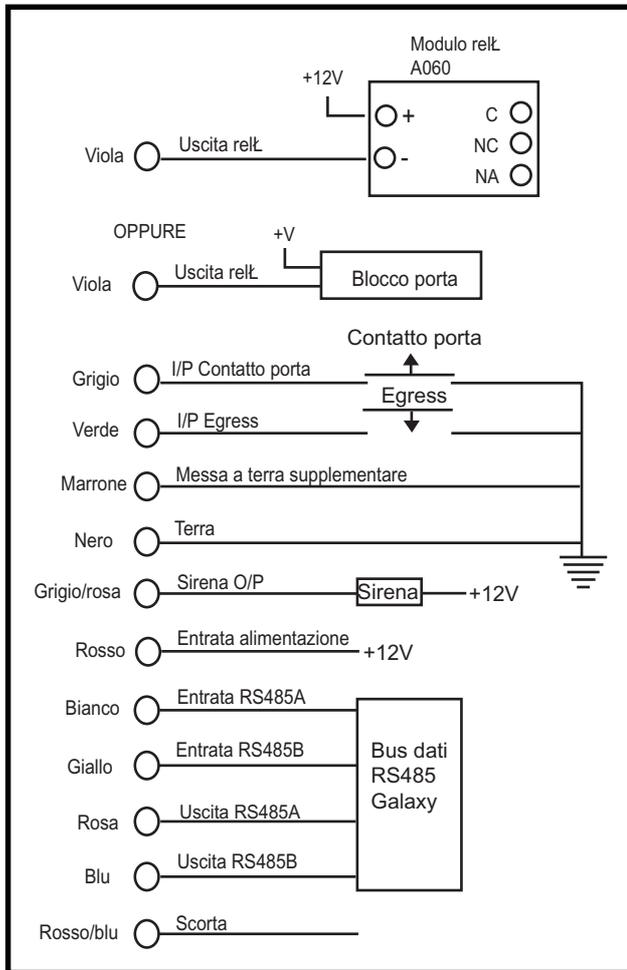

Figura 5-1. Schema dei collegamenti elettrici per la modalità Nel Sistema
Accedere alla programmazione. Cablare il MAX³ attenendosi alle istruzioni della **Figura 5-1 o 5-2**
1. Collegare l'alimentazione al MAX³ come illustrato nella Figura 5-1.